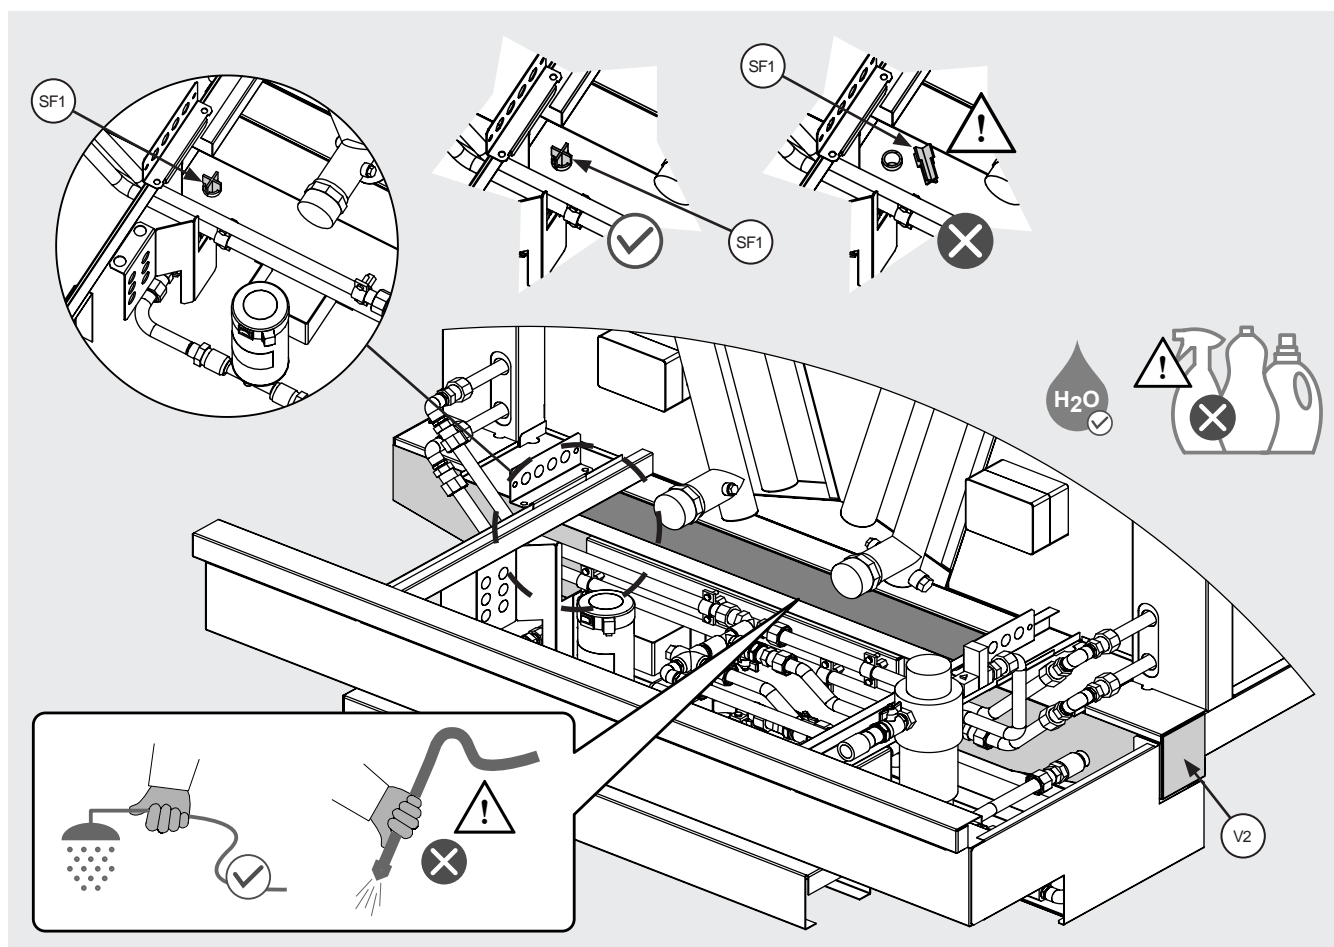

Figura 30
- 12.15.7 Pulire con acqua corrente non in pressione facendo attenzione a non danneggiare le connessioni elettriche e i sensori di livello, v. Figura 2 e Figura 30. Non utilizzare acqua in pressione e/o sostanze detergenti o aggressive.
- 12.15.8 Pulire con attenzione il separatore di flusso SF1. Non rimuoverlo dalla sede. Se rimosso accidentalmente, riposizionarlo. Vedi Figura 30.
- 12.16.1 Si veda il punto 2.9 per la descrizione di funzionamento dell'interruttore di livello (W1) e la sua localizzazione. L'interruttore di livello (W1) è collocato all'interno della vaschetta di raccolta esterna (V2), v. Figura 30.